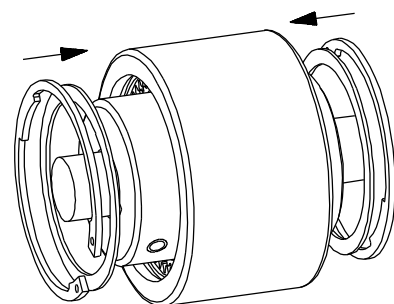

Bild 4.4
- Setzen Sie die Sicherungsringe in die Nuten der Kupplungshülsen um die Hülse gegen axiales Verschieben zu sichern. (siehe Bild 4.4)